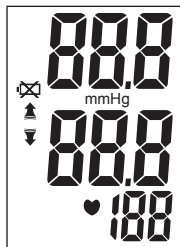

Fig. 2
4. Presione el botón de inicio y alto (START/STOP) para encender la unidad. Ésta parpadeará por un instante indicando que conduce una verificación, Fig 2.